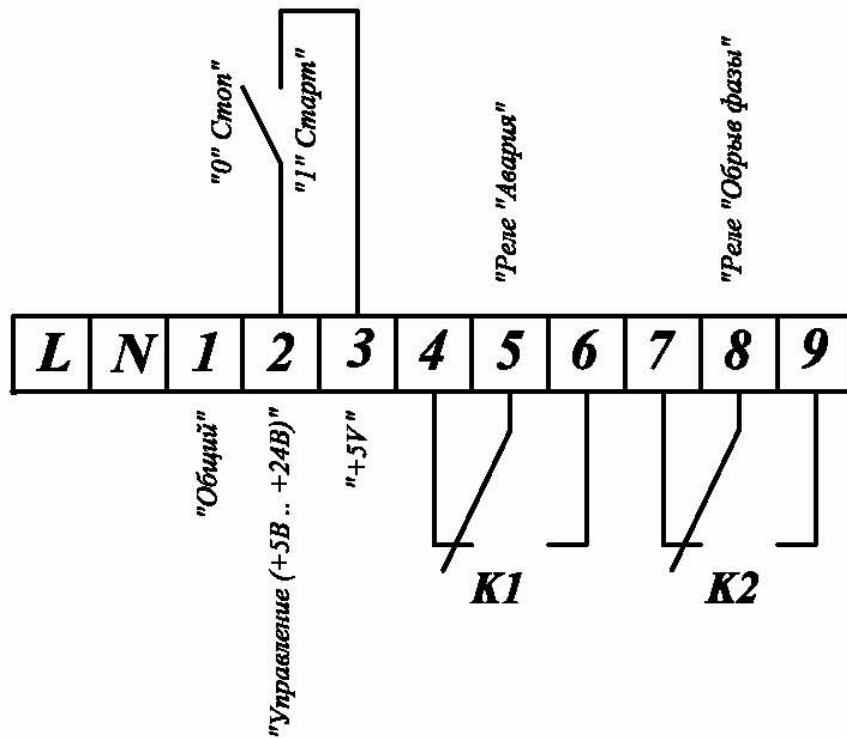

Рис.5 Схема подключения внешнего управляющего дискретного контакта
**4.4.** Управление пускателем осуществляется от внешнего управляющего устройства посредством «сухого» контакта, соединяющего соответствующие клеммы клеммника X3 (**Рис.5**). При замкнутом состоянии контакта управления (логическая «1») осуществляется включение пускателя, при разомкнутом состоянии (логический «0») осуществляется выключение.